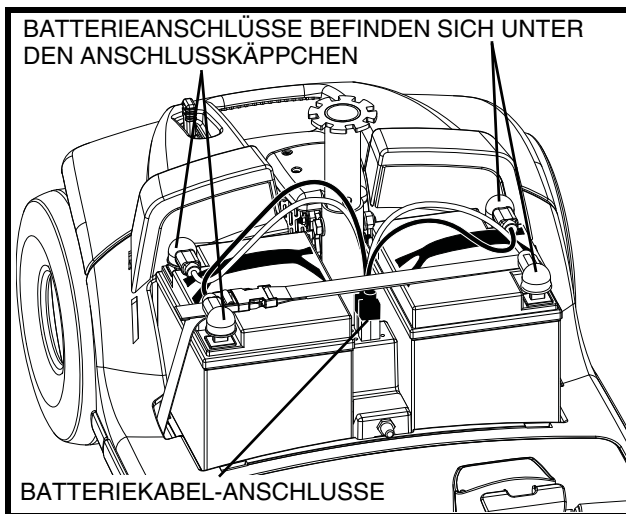

Abb. 11. Batterie Ausbau/Einbau
3. Trennen Sie die Batteriekabel und ziehen Sie sie gerade nach oben. **Siehe Abb. 11.**